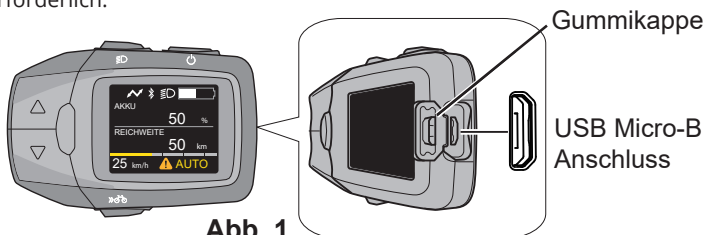

Abb. 1
- 1) Otvorte kryt portu USB Micro-B na ovládacom panely. (**Abb. 1**)